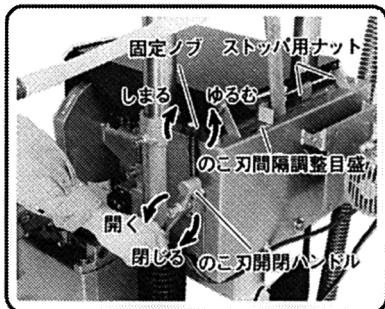

図 8
- 注** • のこ刃移動後は固定ノブ(図8参照)を確実に締付けてください。